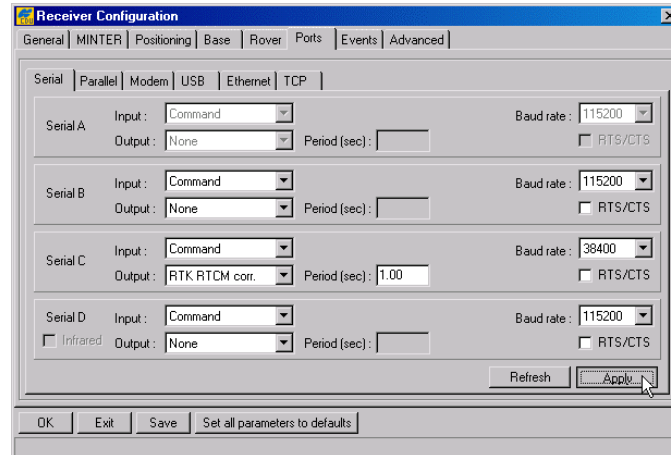

Figure 3-15. Configuração de Base – Portas
12. Selecione o **tab** de **Ports** e defina os parâmetros de porta (Fig 3-15 da pág 2-23). Use a porta serial C para modem PDL interno, GSM, ou modem Spread Spectrum 915 MHz/2.4 GHz.